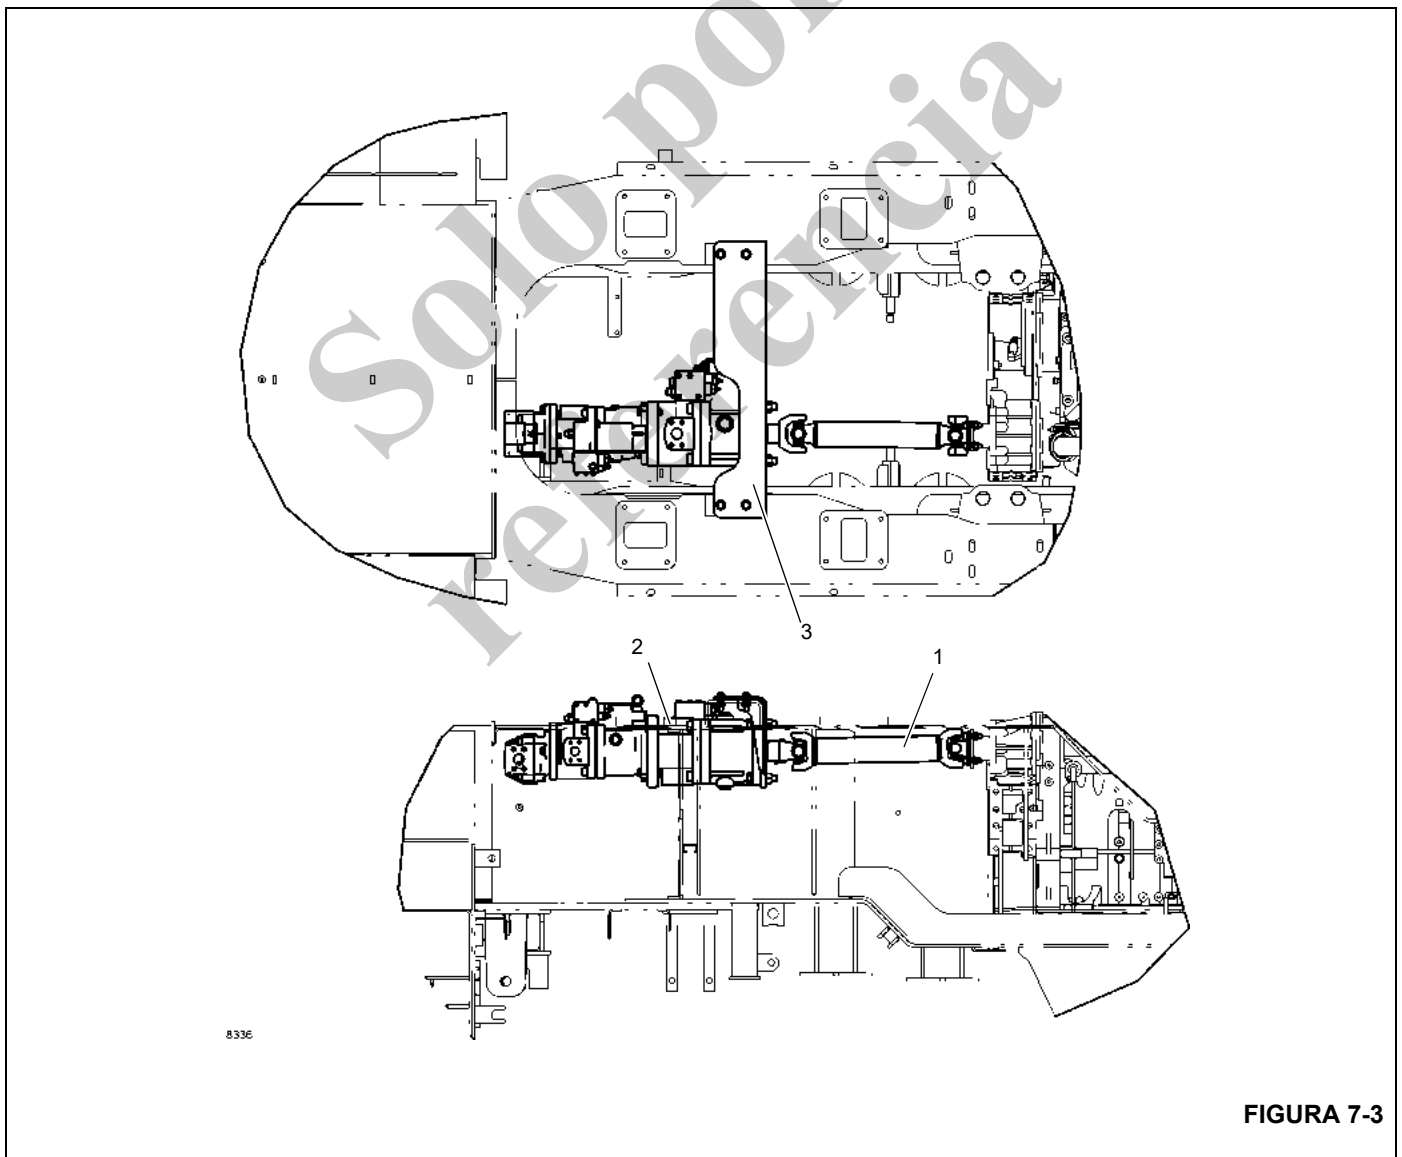

FIGURA 7-3
La línea impulsora de la TDF (1) (Figura 7-3) impulsa la bomba N.º 1 (2) en la instalación del motor QSM.